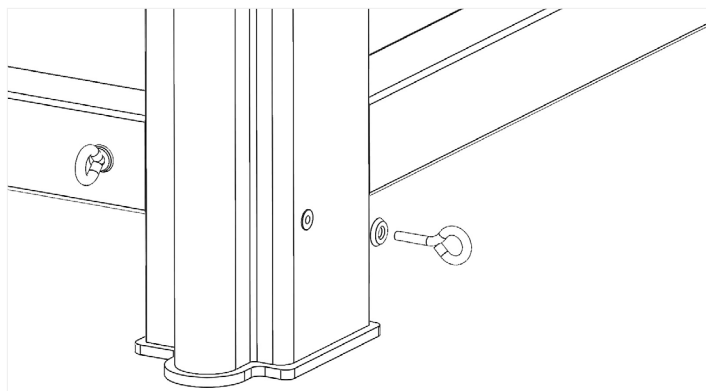

图 2: 吊环螺栓和饰面垫圈
1. 注意: 此框架很重。建议至少 (2) 人搬移基础框架。
3. 找出所提供的吊环螺栓和饰面垫圈, 如图所示安装于支腿, 每个脚端支腿一个。顺时针方向拧紧吊环螺栓。螺栓开始紧固后, 继续旋转, 并将其定位于垂直方向。参见图2